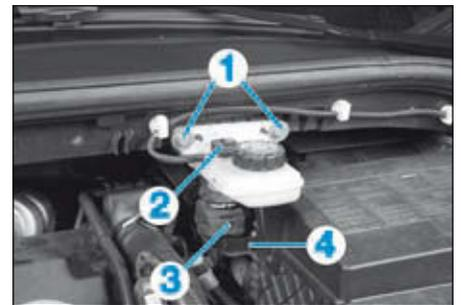

FIG.18
- Déposer les vis du réservoir déporté (1) (Fig.18),
- Débrancher le connecteur du capteur de niveau (2),
- Dégrafer et écarter l'électrovanne de régulation du turbocompresseur (3).
- la patte de fixation de l'électrovanne de régulation de pression du turbocompresseur (4),